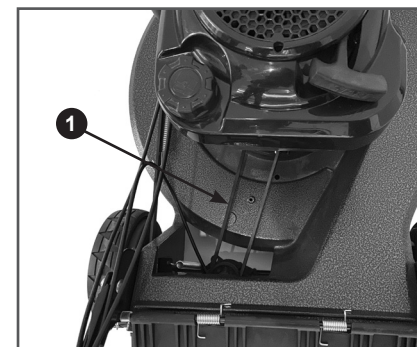

Рис. 29 Проверка состояния ремня привода хода
3. Нажмите рычаг остановки двигателя и, медленно проворачивая коленчатый вал двигателя ручным стартером, внимательно осмотрите ремень 1 привода хода на наличие трещин, разрывов, отслоения корда (Рис. 29). При обнаружении повреждений ремень необходимо заменить.